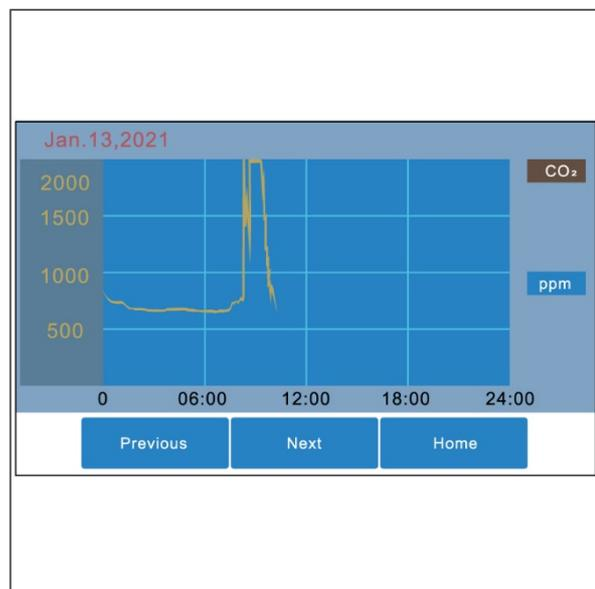

Abbildung 15
2. Die CO₂-Übersicht wird angezeigt (Abbildung 15).